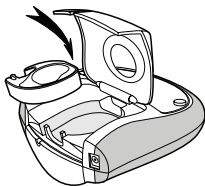

Figura 4
2. Inserire la cartuccia posizionando l'etichetta tra la testina di stampa e la ruotina di scorrimento. Vedere Figura 4.